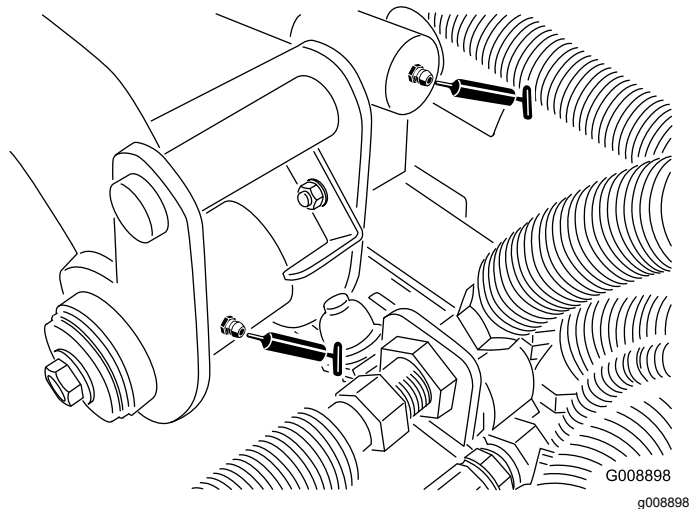

Figura 63
- Perno del braccio di sollevamento posteriore e cilindro di sollevamento (2 raccordi – Figura 63)